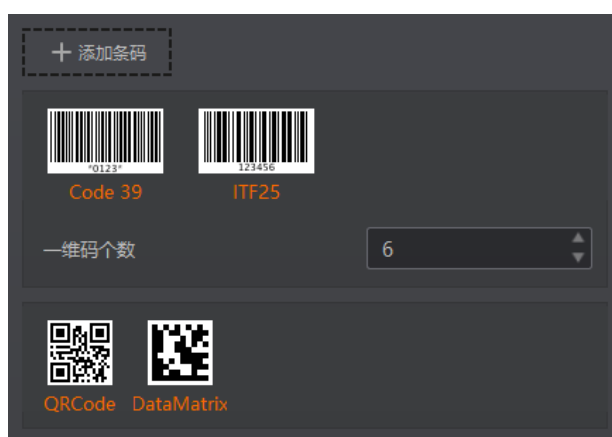

图4-22 选择条码码制
2. 选择设备需要读取条码的码制，可选择多个码制。此时算法配置界面显示已选择的码制，如图 4-22 所示。选择的码制越多，算法处理每张图片的耗时将增加，建议根据实际需求选择对应的码制，确保达到最佳效果。